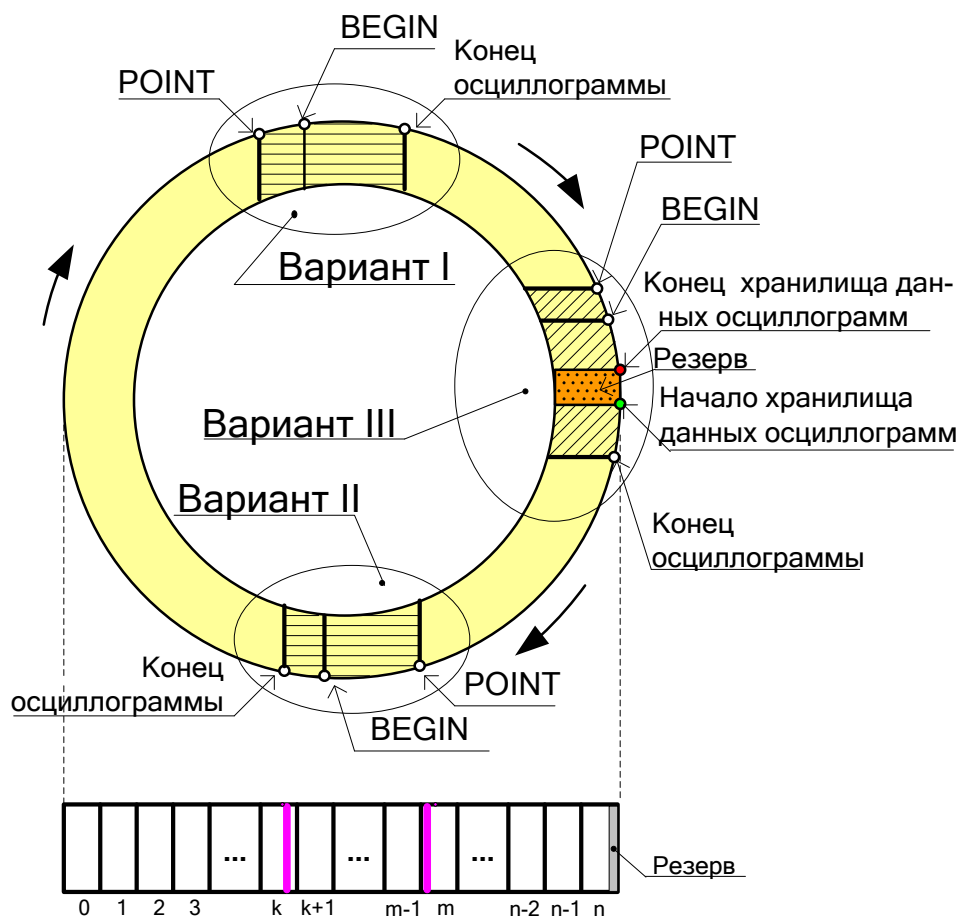
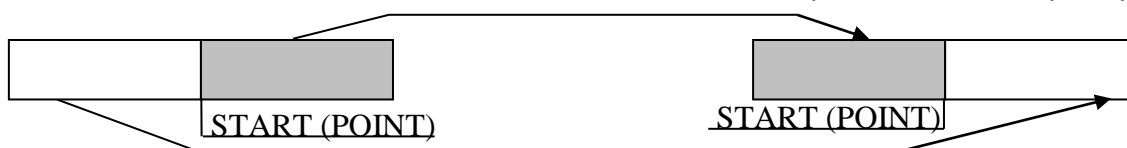

Рисунок 3.2
Рисунок 3.4
Протокол связи «МР-СЕТЬ» обеспечивает считывание осциллограмм из массива данных в циклическом режиме (см. рисунок 3.2), при этом в зависимости от того, в какой сектор кольцевого цикла («Вариант I» или «Вариант II») попала искомая осциллограмма адрес аварии (BEGIN) может быть больше или меньше адреса начала блока текущей осциллограммы (POINT). При чтении осциллограммы область «Резерв» в массиве данных должна быть исключена.
- выделить искомую осциллограмму из хранилища данных осциллограмм (рисунок 3.2) и прочесть её содержимое (при чтении осциллограммы выполняется её переворот – см. рисунок 3.4).